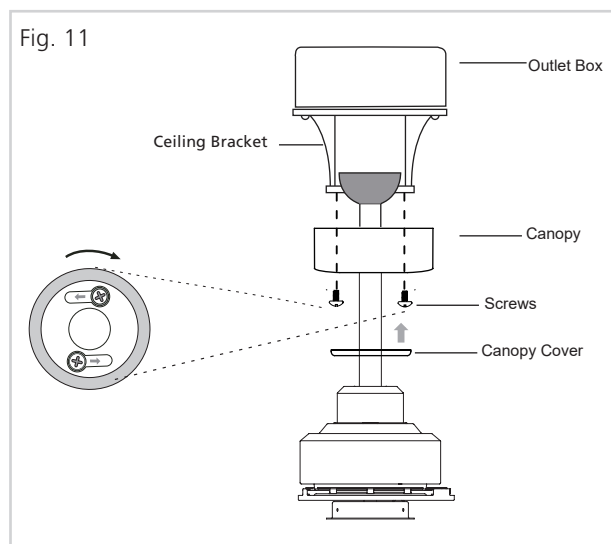

Fig. 11
- Paso 9.** Retire parcialmente los dos tornillos en la parte inferior del soporte para colgar en el techo. (Fig. 11)